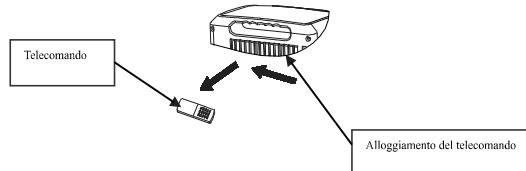

Figura 18
(1). Estrarre il telecomando dal suo alloggiamento nella direzione mostrata dalla freccia (come mostrato nella figura 18).